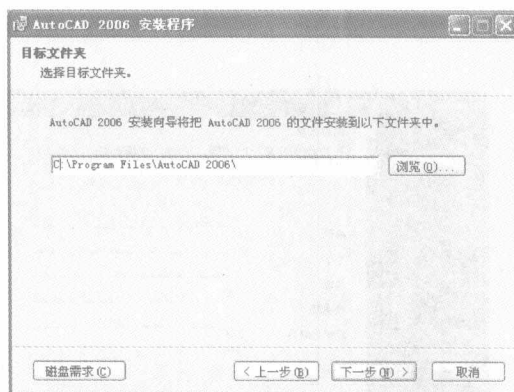
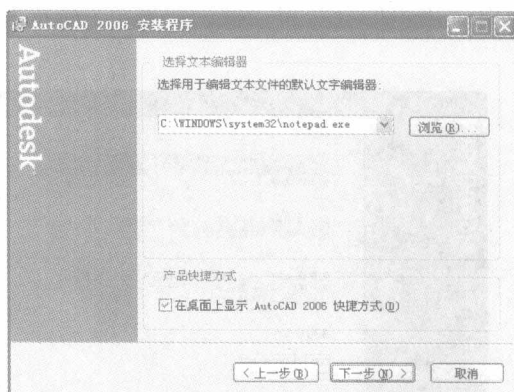

图 1-10 “目标文件夹”对话框
图 1-11 “选择文本编辑器”对话框
8) 在“安装可选工具”对话框中,选择要安装的工具,单击“下一步”按钮,弹出“目标文件夹”对话框,如图 1-10 所示。
9) 在“目标文件夹”对话框中，默认的目标文件夹是 C:\Program Files\AutoCAD 2006\，如图 1-10 所示，接受默认路径，可直接单击“下一步”按钮，弹出“选择文本编辑器”对话框，如图 1-11 所示。